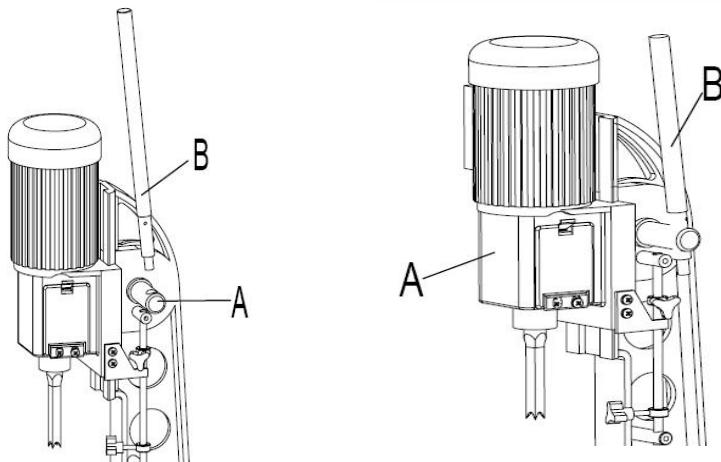

Abb. 2 Abb. 3
3. Nabe der Griffbaugruppe (A) zusammenbauen , Siehe Abbildung 2